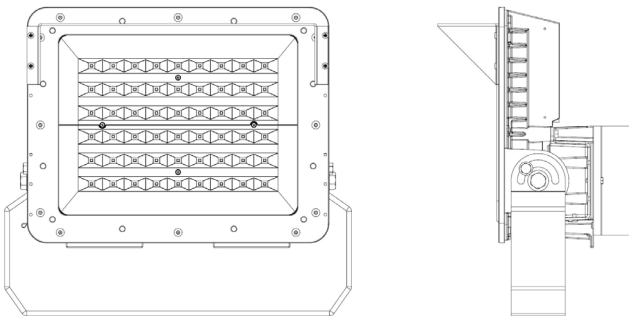

Figura 7
3. Alinee cuidadosamente la visera con los cuatro (4) orificios del tornillo en la parte superior del dispositivo que se muestra en la Figura 7.